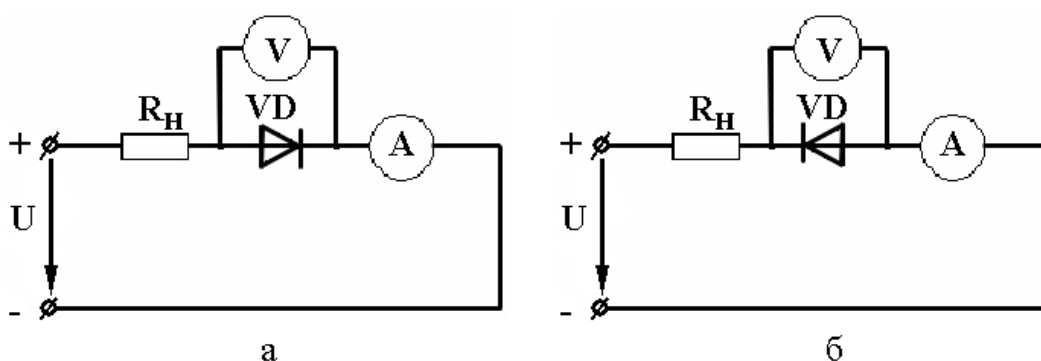

Рис. 4. Схема исследования прямой (а) и обратной (б) ветвей вольт-амперной характеристики диода.
– собрать схему как показано на рис. 4 а.
– собрать схему, изменив полярность напряжения на диоде (рис.4 б).